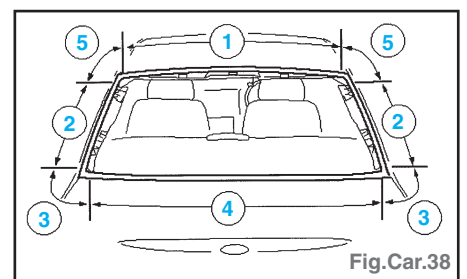

Fig.Car.38
- Couper l'adhésif au **PU** depuis l'intérieur du véhicule aux profondeurs maximales indiquées (Fig.Car.38).